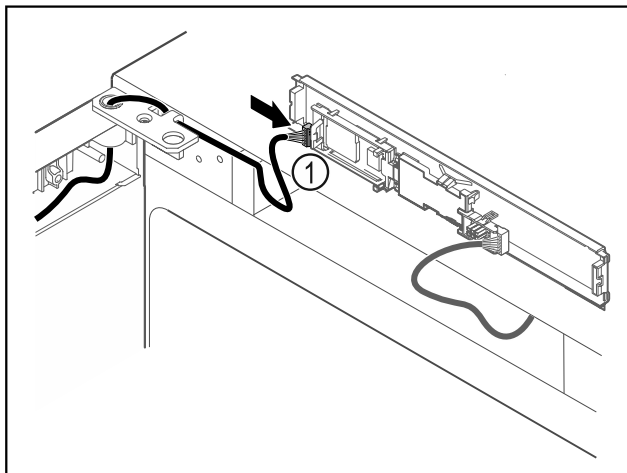

Fig. 59
- ▶ Dugja be a dugót Fig. 59 (1) a NYÁK-on.